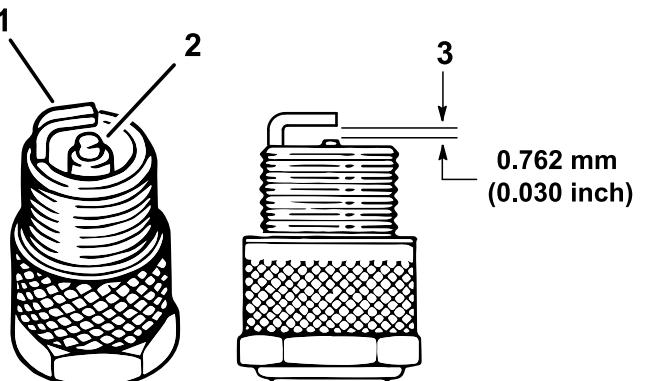

Рисунок 41
4. Проверьте состояние бокового электрода, выровняйте по центру электрод и выровняйте по центру изолятора электрода, чтобы избежать повреждений (Рисунок 41).
5. Установите воздушный зазор между центральным и боковым электродами на 0,76 мм, как показано на Рисунок 41.